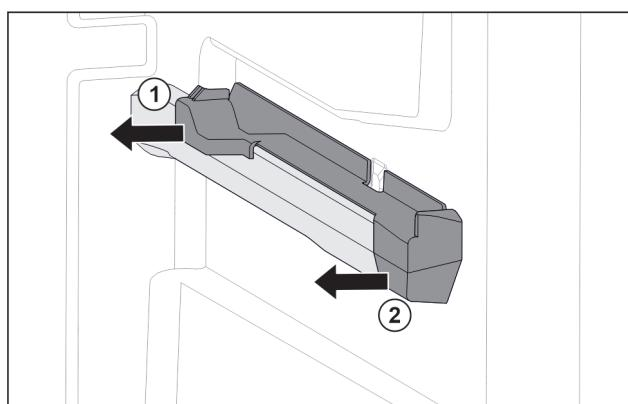

Fig. 46 Natični dio na desnom žlijebu spremnika
- ▶ Skinite natični dio straga u stranu. Fig. 46 (1)
- ▶ Skinite natični dio sprjeda u stranu. Fig. 46 (2)